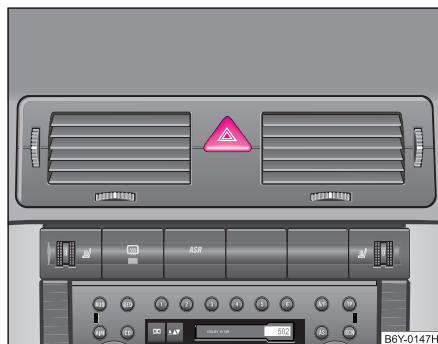

Fig. 35 Cuadro de interruptores: Interruptor para el sistema de intermitentes simultáneos
- Pulse el interruptor ▲ ⇒ fig. 35 para conectar y desconectar el sistema de intermitentes simultáneos.